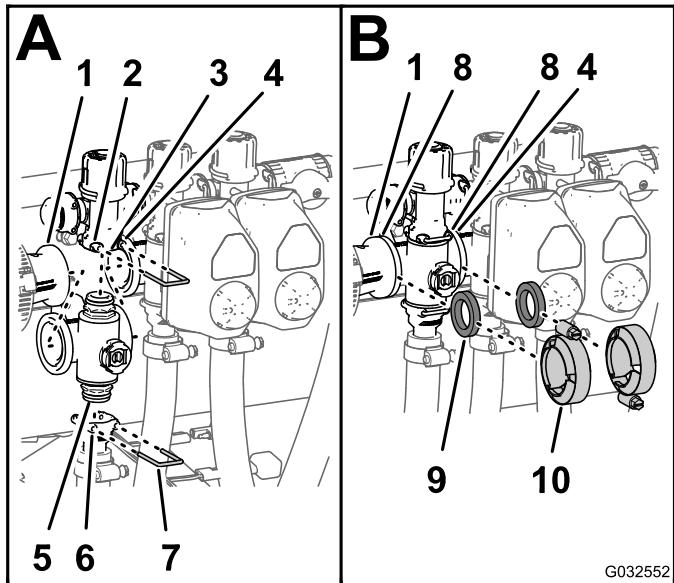

図 112
8. 各個別ブームバルブ、その両隣の2つの個別ブームバルブのマニホールド、ガスケットを組み立ててクランプを手締めする 図 112; B。
4. エンドキャップフィッティングを出口フィッティングに取り付ける (出口フィッティングのソケットにリテーナを差し込んで固定する 図 112; A。
6. 縮径カップリング、ガスケット、個別ブームバルブマニホールドを組み立ててクランプを手締めする 図 112; B。
7. 左側のつの個別ブームバルブを取り付ける場合には、両隣のつの個別ブームバルブのフランジとの間にガスケットを入れる 図 112; B。